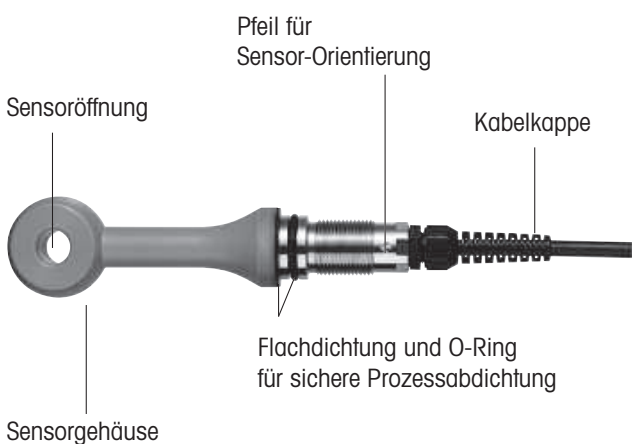

Abbildung 2: Sensor-Übersicht
- Die Sensoren der InPro 7250 Serie verfügen über eine Pfeil-Markierung, die auf die flache Sensor-Öffnung zeigt (Installation gegen den Strom) und zum korrekten Einbau in einem Rohr oder Kessel dient. Diese Markierung am oberen Ende des Sensor-Gewindes ist auf die Sensor-Öffnung gerichtet (siehe **Abbildung 2**).